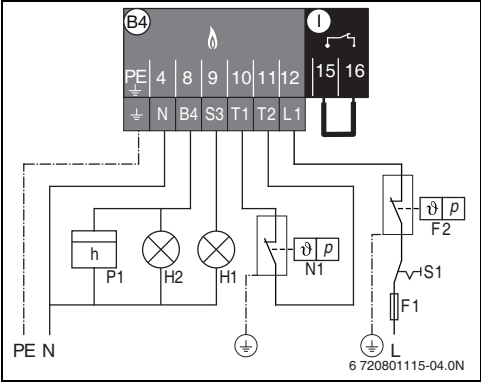

Fig. 11 Morsetteria BR per bruciatore gas-gasolio
- Tutte le misure volte alla sicurezza vanno prese a cura del cliente. Queste vanno collegate ai morsetti di sicurezza sul ponticello presso il contatto del settore I (→ fig. 11) nell'area 230VAC. A tale scopo togliere il ponticello [I].